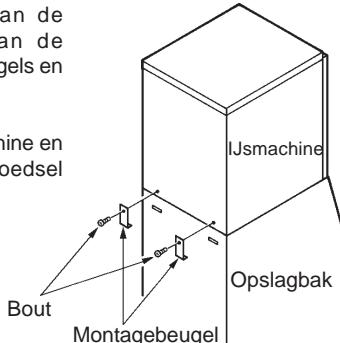

Fig. 4
4) Bevestig de ijsmachine aan de opslagbak met behulp van de bijgeleverde twee montagebeugels en twee bouten: zie Fig.4.